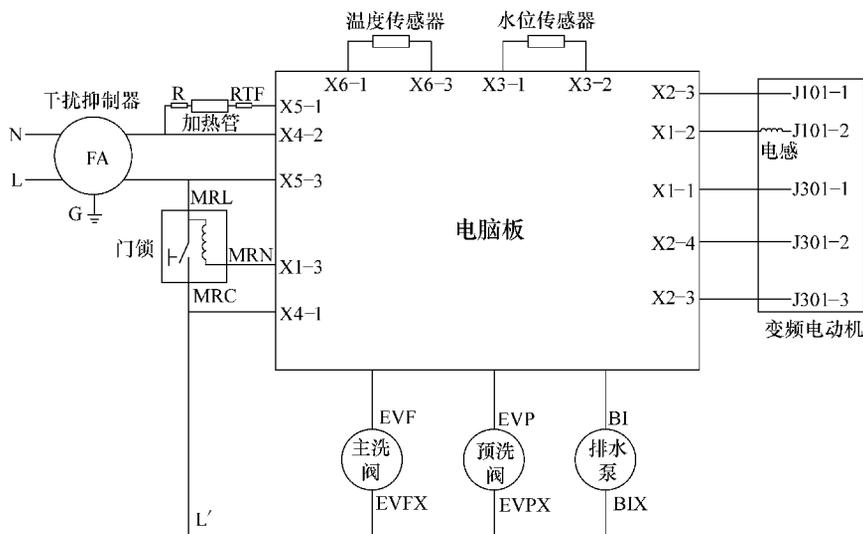

图 6-50 海尔 XQG50 - B10866 型变频滚筒洗衣机电路原理图
- 【附注】** 海尔 XQG50 - B10866 型变频滚筒洗衣机电路原理图如图 6-50 所示。